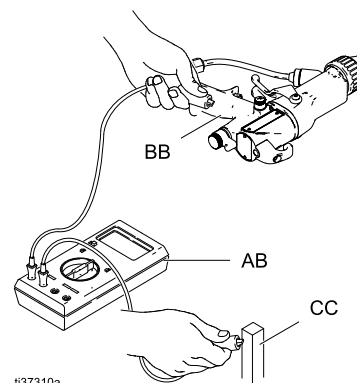

Figure 22 Vérification de la mise à la terre du pistolet
Le mégohmmètre numéro de pièce 241079 (AB) à la Figure 22) n'est pas homologué pour une utilisation en zone dangereuse. Afin de réduire le risque d'étincelles, ne l'utilisez pas pour vérifier la mise à la terre, sauf si :